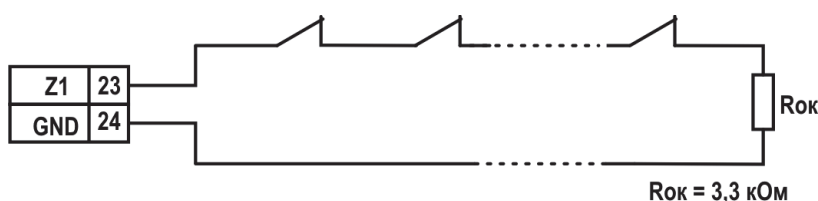
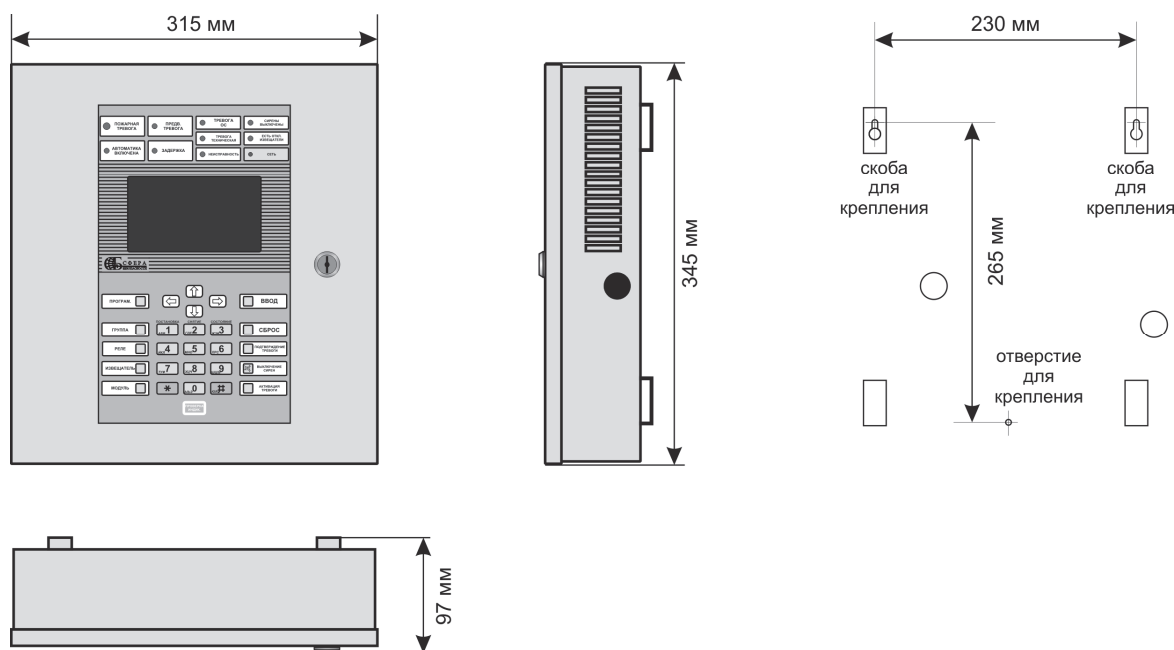

Рисунок 9.
Рисунок 10.
Шлейфы охранной сигнализации используются для оборудования системой сигнализации помещения, в котором установлен системный блок. Шлейфы охранной сигнализации предназначены для подключения охранных извещателей с нормально замкнутыми контактами. Если эти шлейфы используются, то на соответствующие клеммы рекомендуется устанавливать оконечные резисторы номиналом 3,3 кОм. Схема включения извещателей в охранный шлейф приведена на рис.9.
- ж) Подключите нормально замкнутые извещатели к клеммам охранных шлейфов (клеммы Z и COM). Оконечные резисторы должны устанавливаться в конце шлейфа сигнализации (рис.10). Если охранные шлейфы не используются, то оконечные резисторы устанавливаются на соответствующие клеммы системного блока (клеммы Z и COM).
- а) **С помощью программатора СФ-ПМ6040.** Выключите питание системного блока. Извлеките микросхему AT29C010A (рис.9) из платы и установите ее в программатор СФ-ПМ6040, соблюдая ориентацию ключа (на рис.10 ключ обозначен полукругом на корпусе микросхемы). Подключите программатор к СОМ-порту компьютера. Включите питание компьютера и программатора. Загрузите файл с расширением "bc2" в микросхему AT29C010A используя программу PGM3. Выключите питание программатора и извлеките из него микросхему AT29C010A. Установите микросхему на плату системного блока. Для правильной установки микросхемы соблюдайте ориентацию ключа (на рисунке 10 ключ обозначен полукругом на корпусе микросхемы). Важно!!! При неправильной установке микросхема может выйти из строя. Включите питание системного блока. Порядок работы с программатором и формирование файла с расширением «bc2» подробно описан в «Руководстве по программированию».
СФ-2001-1.24 поставляется в металлическом корпусе (рис. 10). Корпус имеет внешнюю дверцу, которая оборудована замком. На торцах корпуса расположены вентиляционные отверстия прямоугольной формы. На задней стороне корпуса расположены 4 скобы, 2 монтажных отверстия \varnothing 20 мм для прокладки кабеля и отверстие \varnothing 5 мм для фиксации корпуса на стене. С правого и левого торцов корпуса находятся монтажные отверстия \varnothing 20 мм закрытые пластмассовыми заглушками.
- б) В соответствии с шаблоном на рис.10 установите системный блок на стене. Проводку кабеля удобно осуществлять с задней стороны корпуса. Для этого между корпусом и стеной имеется зазор 10 мм. Так же возможна подводка кабеля с торцов корпуса, при этом необходимо удалить пластмассовые заглушки.